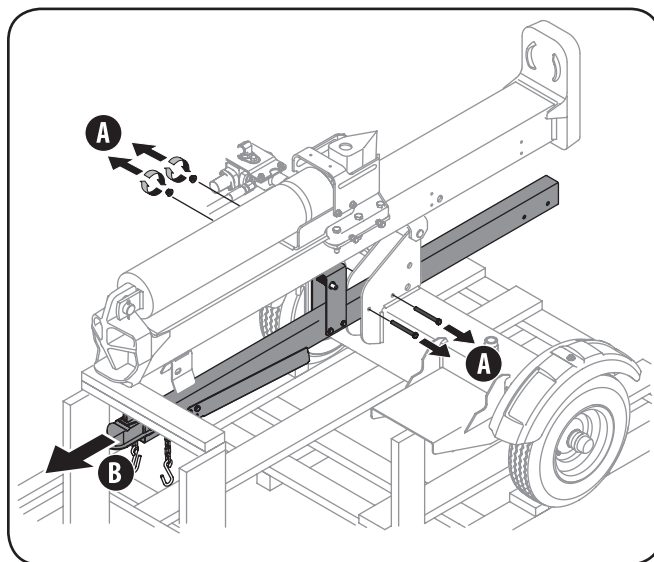
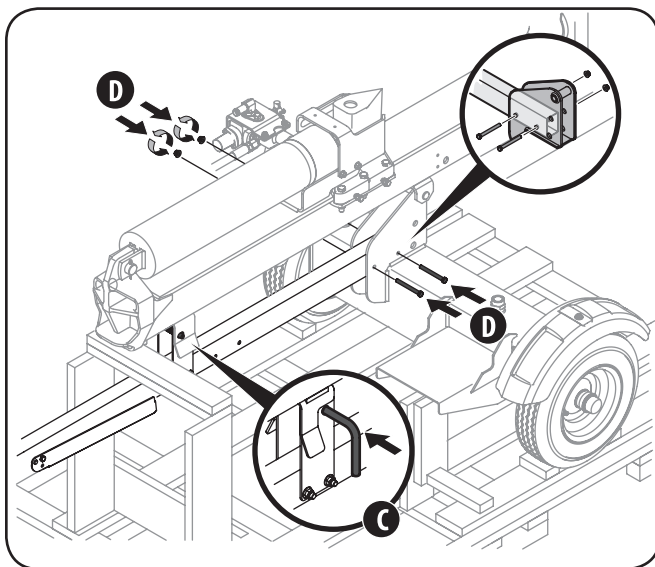

Figura 3-2
Figura 3-3
A los fines del envío, se sujeta el tubo de la lengüeta al bastidor de la máquina rompetroncos cerca del centro. Para reubicarlo, consulte la Figura 3-2 y la Figura 3-3 y proceda de la siguiente manera:
4. Tire del bloqueo de vigueta hacia afuera, debe quedar alineado con el orificio del soporte de la vigueta y suelte el bloqueo de la vigueta. Vea la Figura 3-3.
5. Sujete el tubo de la lengüeta al bastidor reinstalando los dos tornillos hexagonales de tres pulgadas que extrajo previamente y sujetando firmemente con las dos tuercas de seguridad con brida. Consulte la Figura 3-3.